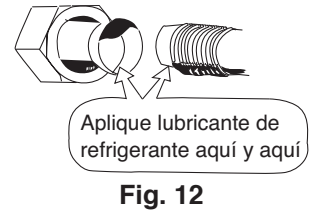

Fig. 12
- Asegúrese de aplicar lubricante de refrigerante en las superficies en contacto de las bocinas y uniones antes de conectarlas. Esto es efectivo para reducir las filtraciones de gas. (Fig. 12)